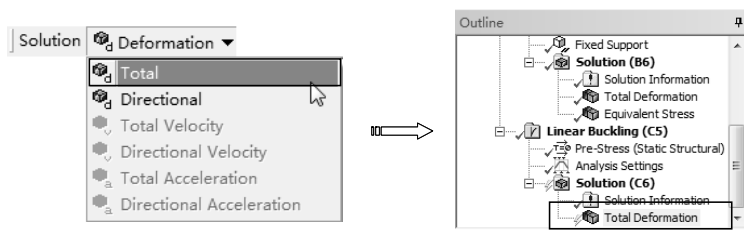

图 9-20 添加变形求解项
2) 求解变形。单击【Solution】工具栏上的【Deformation】|【Total】命令，此时在分析树中插入【Total Deformation】项，如图 9-20 所示。